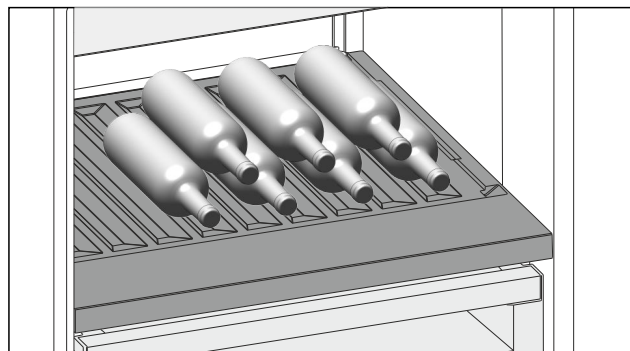

Fig. 87
- ▶ Flaschen mit dem Boden nach hinten zur Rückwand einlegen. (siehe Fig. 87)